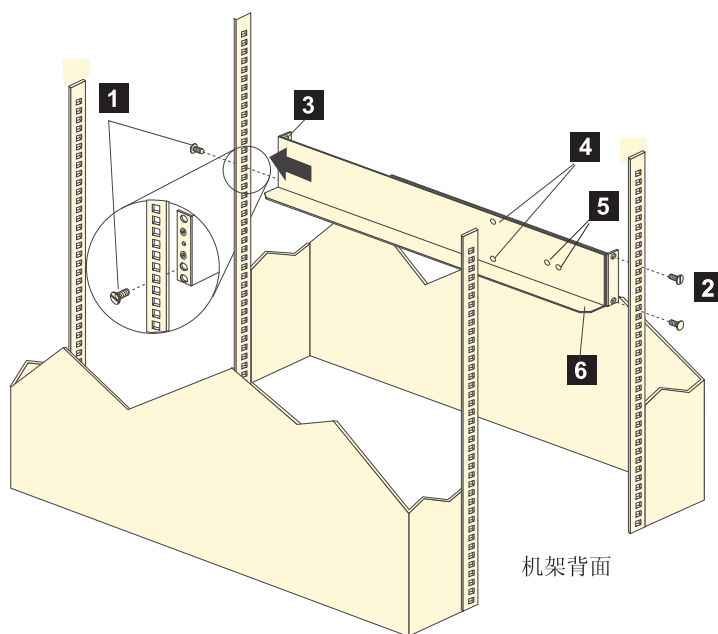

图 11. 安装支撑导轨
**注：** 当执行这些步骤时，请参阅第 26 页的图 11。
**注：** 支撑导轨没有标记为“左”或“右”。然而，每个导轨仅能被正确地安装到机架式机箱的一面。导轨安装时应使定位销置于机架背面。第 26 页的图 11 显示左支撑导轨的安装。
2. 从导轨上卸下四颗螺钉（每个导轨有两颗螺钉）。请参阅图 11 中的 **4**。如果不卸下这些螺钉，将无法牢固地装入存储扩展机柜。